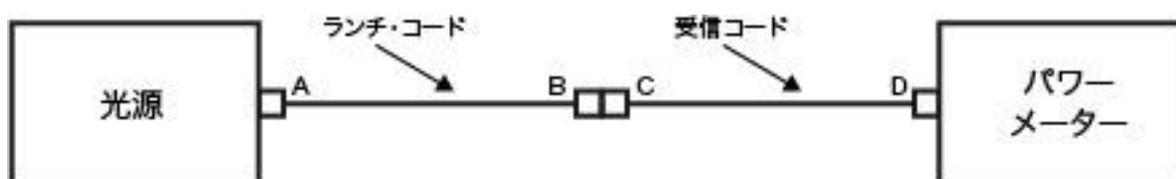

図 2. テスト・コードの損失が低いことを確認する
- 2) ランチ・コードと受信コードの間のコネクタペア、B-C の損失が低いことを確認します (図 2 参照)。